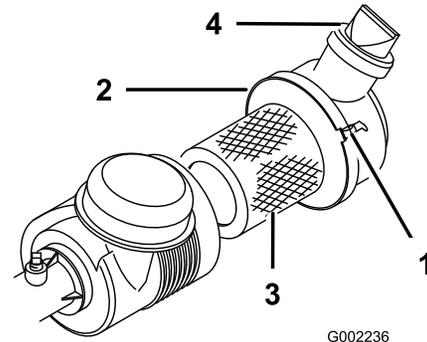

Bild 39
Prüfen Sie das Gehäuse des Luftfilters auf Schäden, die eventuell zu einem Luftleck führen könnten. Stellen Sie sicher, dass der Staubdeckel vollständig auf dem Luftfilter abgedichtet ist. Ersetzen Sie ein defektes Luftfiltergehäuse. Drücken Sie das Ventil (Bild 39) vor jedem Einsatz, um Staub und Rückstände zu entfernen. Warten Sie den Luftfilter alle 100 Stunden.
3. Lösen Sie den Luftfilterriemen, mit dem die Luftfilterabdeckung am Luftfiltergehäuse befestigt ist (Bild 39) und nehmen Sie die Abdeckung vom Gehäuse ab.
7. Befestigen Sie die Riemen (Bild 39).
4. Setzen Sie die Abdeckung auf, wobei das Ventil nach unten zeigen sollte, und befestigen Sie die Riemen (Bild 39).